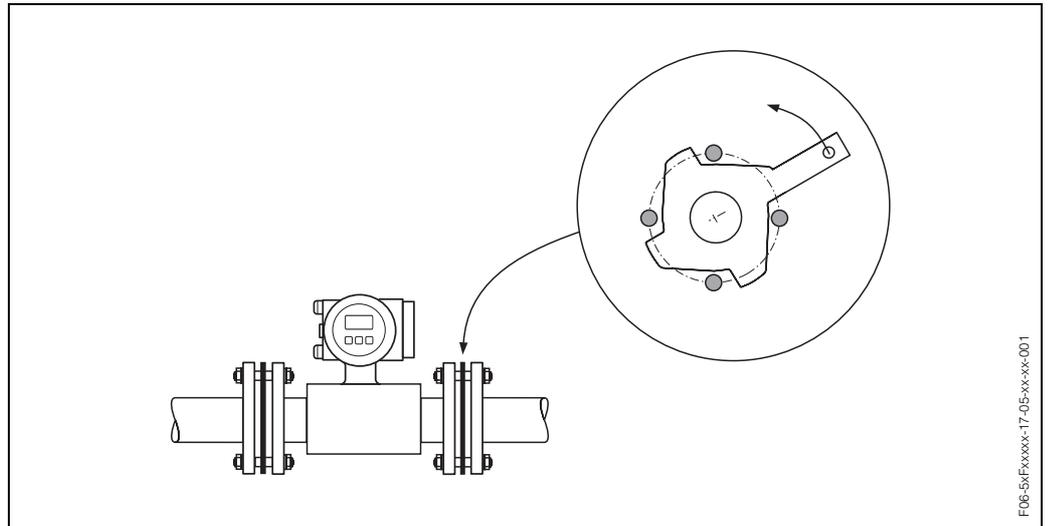

Abb. 17: Montage von Erdungsscheiben (Promag W, DN 25...300)
1. Platzieren Sie Erdungsscheibe und die zusätzlich(en) Dichtung(en) zwischen den Messgeräte- und Rohrleitungsflansch (s. Abb. 17).
3. Drehen Sie jetzt die Erdungsscheibe wie in Abb. 17 dargestellt, bis der Griff an die Schrauben anschlägt. Dadurch wird die Erdungsscheibe automatisch korrekt zentriert.